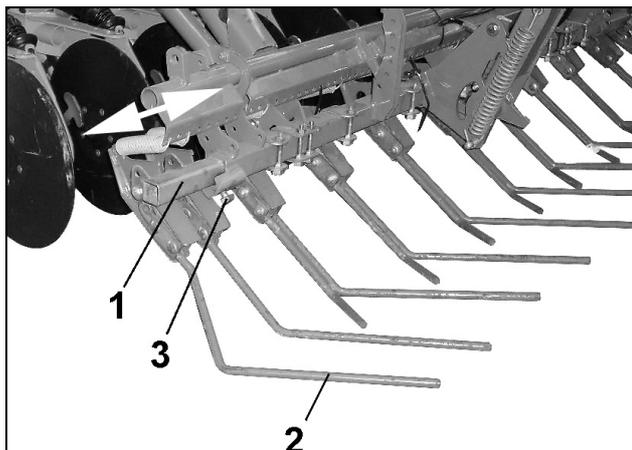

Fig. 30
Le recouvreur FlexiDoigts (Fig. 30/1) recouvre de façon homogène la semence déposée dans les sillons avec de la terre foisonnante et nivelle le sol. Il est possible de régler
- En conséquence, les FlexiDoigts extérieurs (Fig. 30/1) doivent être réglés de manière à ce que la terre non rappuyée puisse être ramenée, afin de réaliser un lit de semis parfaitement égalisé.
- Plus vous adoptez une vitesse d'avancement élevée, et plus il faut déplacer vers l'extérieur le tube carré (Fig. 30/2) sur lequel sont fixés les FlexiDoigts d'extrémité.
- Une fois positionnés convenablement, les tubes carrés supports des FlexiDoigts d'extrémité doivent être bloqués en place à l'aide des vis (Fig. 30/3).
Pour les déplacements sur voies publiques, rentrez les tubes carrés (Fig. 30/1) supportant les Flexi-Doigts d'extrémité (Fig. 30/2) jusqu'en butée dans le tube carré central. Pour réaliser cette opération, desserrez les vis (Fig. 30/3) et resserrez les bien une fois l'opération terminée.